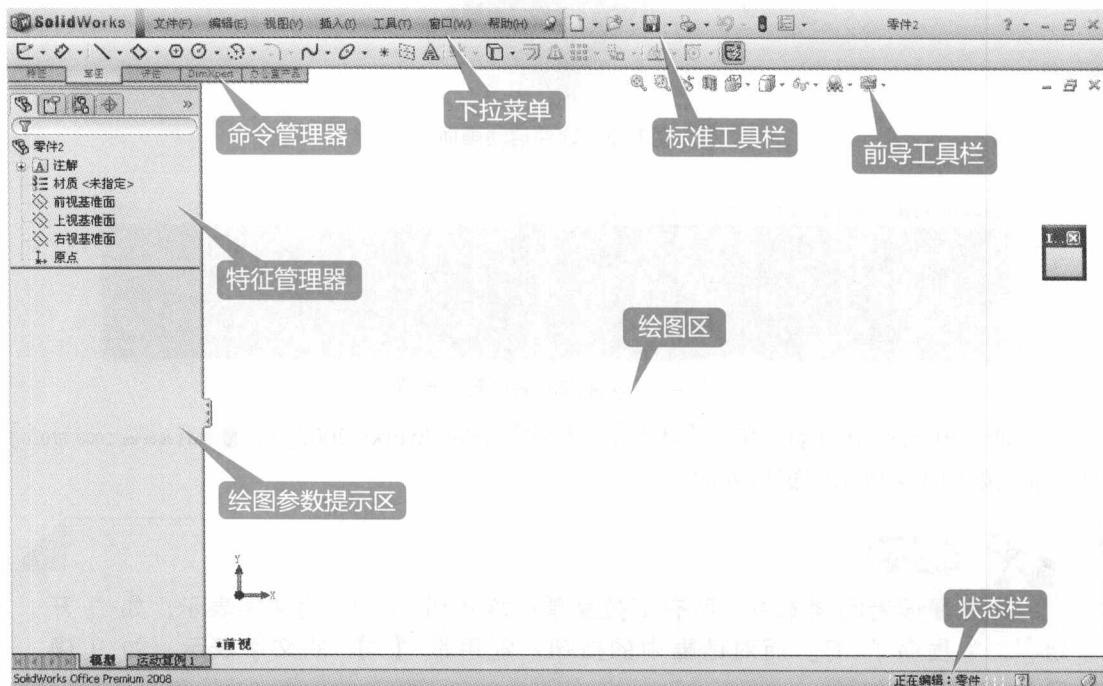

图 1-1 Solidworks 2008 软件工作界面
认识如图 1-1 所示 Solidworks 2008 软件窗口界面，并对软件系统进行参数设置。
(2) 选择 Solidworks 2008 相应模块
单击如图 1-4 界面中的 [文件 (F)] / [新建 (N) ...] 或直接单击界面中的新建图标 “□”，窗口中弹出如图 1-5 所示模块选择界面。选中“单一设计零部件的 3D 展现”，再单击【确定】，即可进入如图 1-1 所示实体或曲面建模的工作界面。
如图 1-1 所示为 Solidworks 2008 软件“单一设计零部件”模块的窗口界面，该界面主要包括下拉菜单、工具栏、命令管理器、特征管理器、绘图区、状态栏和参数管理器等。
③ 各类管理器 如图 1-9 所示为命令管理器和特征管理器（参见图 1-1）。最上方为命令管理器，主要进行各种操作的切换；下方为特征管理器，主要用于记录各项特征操作的次序及操作过程，通过该管理器也可对特征进行修改等操作。
④ 状态栏 状态栏位于窗口的最下方，主要用于显示各种绘图状态（参见图 1-1）。